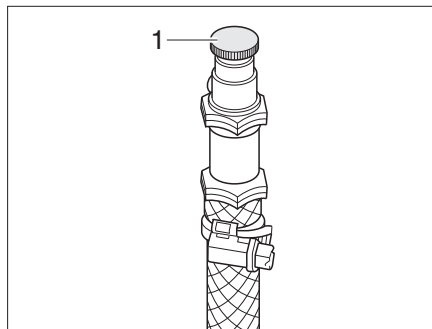

Bild 364 Avluftningsventil varmvatten-
- Öppna avluftningsventilen (Bild 364,1) och låt den vara öppen så länge det kommer ut luft.